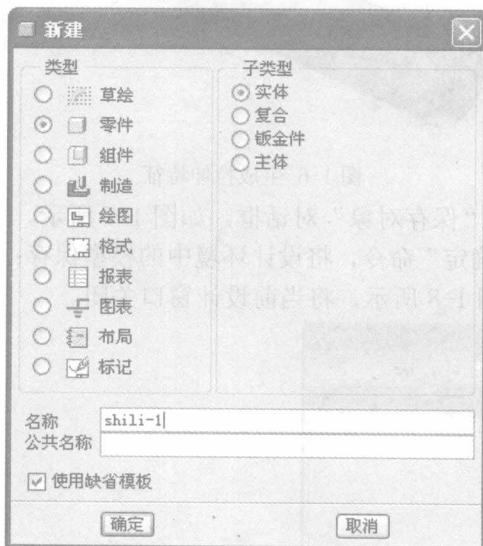

图 1-1 “新建”对话框
1. 打开 Pro/ENGINEER 系统，左键单击“文件”工具条的“创建新对象”命令，系统打开“新建”对话框，使用默认的“零件”选项，零件名设置为“shili-1”，如图 1-1 所示。